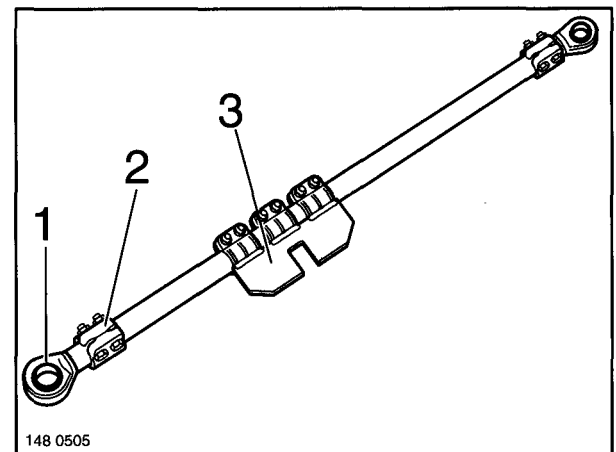

Fig. 4
- (9) For the removal of the track rod ends (Fig. 4/1), undo the screws of the clamps (Fig. 4/2) and unscrew the track rod ends.
- (10) On removal of the locking plate (Fig. 4/3), undo the clamping screws and remove the track rod end and the clamp on one side.
- (9) Pour le démontage de la tête de barre d'accouplement (figure 4/1), desserrer les vis des colliers de serrage (figure 4/2) et dévisser la tête.
- (10) Lors du démontage de la tôle de blocage (figure 4/3), desserrer les vis de serrage, enlever d'un côté la tête de la barre d'accouplement et le collier.
(9) Zum Ausbau des Spurstangenkopfes (Fig. 4/1) Schrauben der Klemmschellen (Fig. 4/2) lösen und Spurstangenkopf herausrauben.
(10) Bei Ausbau des Sperrblechs (Fig. 4/3) Klemmschrauben lösen, Spurstangenkopf und Klemmschelle an einer Seite abbauen. Sperrblech abziehen.